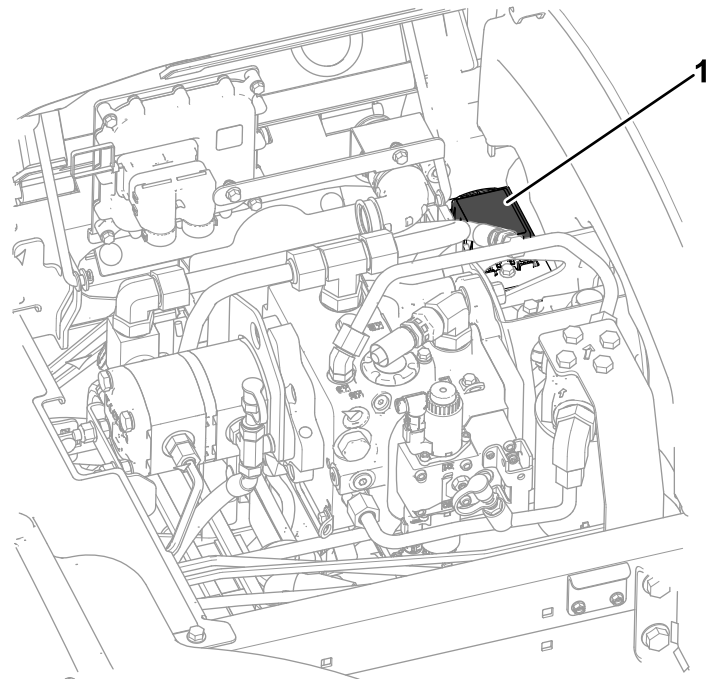

Рисунок 103
3. Замените перегоревший предохранитель (Рисунок 103) на предохранитель такого же типа и номинальной силы тока.